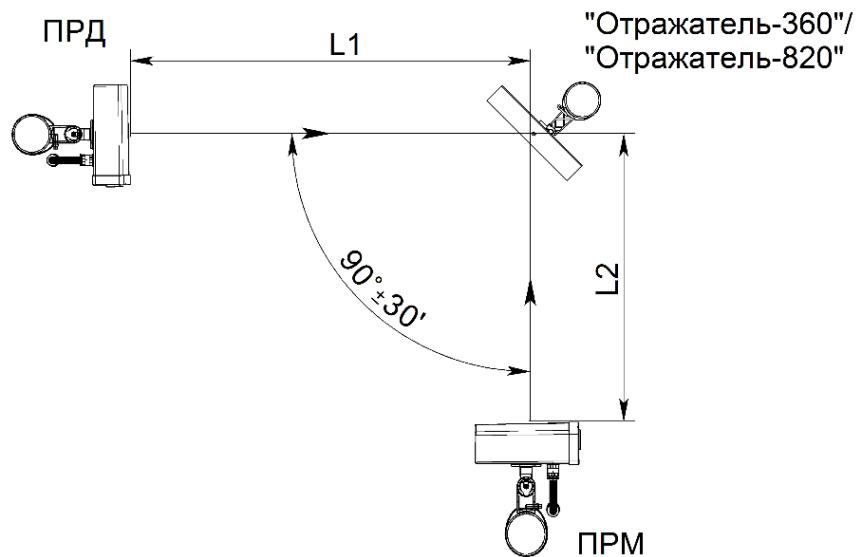

Рисунок 2.12 – Установка извещателей с применением отражателя «Отражатель-360» («Отражатель-820»)
2.3.9.2 При работе извещателей с «Отражателем-360» (см. рисунок 2.12) суммарная длина зоны обнаружения L_1+L_2 (где L_1 – расстояние между блоком ПРД и отражателем, L_2 – расстояние между отражателем и блоком ПРМ) не должна превышать: